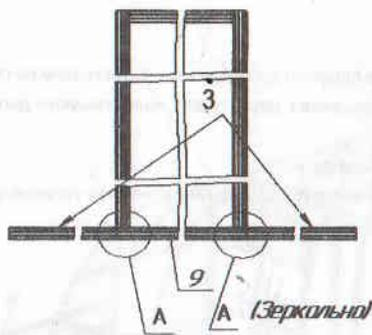

Рисунок 5
- 3.2.2 Замкните дверной проем деталями торца 3 и 9 рис.5